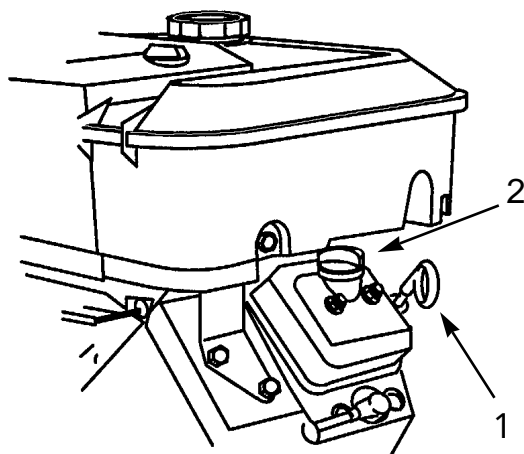

図 11
2. ディップスティック（図11）を抜きウェスで拭き、もう一度根元まで確実に差し込んで引き抜き、オイルの量を点検する。